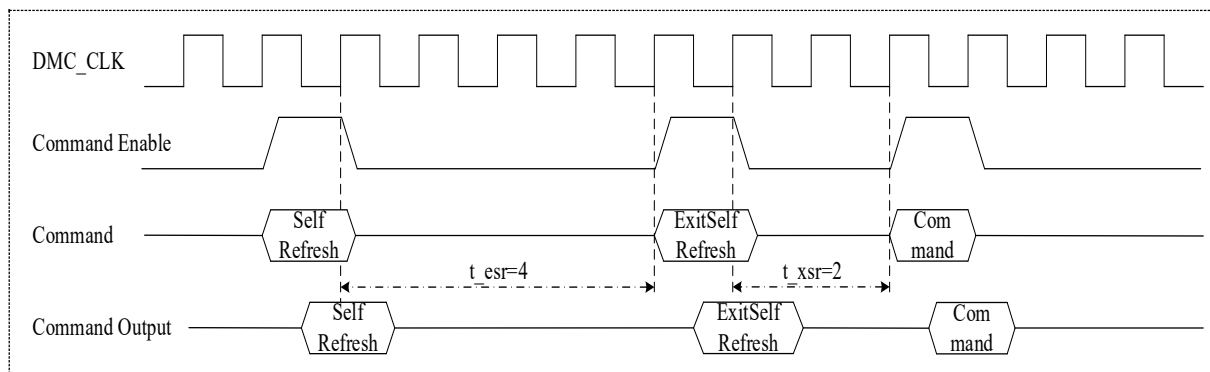

图 39-28 自刷新动作的进入和退出时序
自刷新 (SR) 主要用于休眠模式低功耗状态下的数据保存。在 AR 命令时 DMC_CKE 处于无效状态就进入了自刷新方式。SR 时 SDRAM 不再依靠 DMC_CLK 时钟工作, 而是根据 SDRAM 内部的时钟进行刷新操作, 在 SR 期间除了 DMC_CKE 之外的所有外部信号都是无效的 (无需外部提供刷新指令)。DMC 在从 Pause 状态变为 Low Power 状态 (通过发出 Sleep 命令) 时, 会自动发出自刷新指令。图 39-28 是自刷新动作的进入和退出时序图。